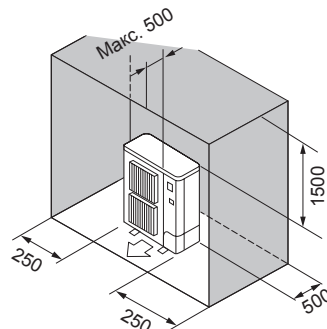

Fig. 2-8
- ⑥ Перешкоди ззаду, з боків та згори (Fig. 2-8)